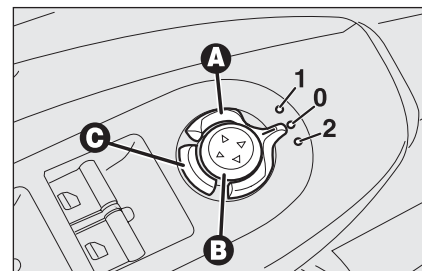

fig. 39
Selezionare, mediante il dispositivo **A-fig. 39**, lo specchio desiderato:
In caso di necessità (per esempio quando l'ingombro dello specchio crea difficoltà in un passaggio stretto) è possibile ripiegare gli specchi premendo il pulsante **C-fig. 39**.
Per riportare gli specchi in posizione di marcia premere nuovamente il pulsante **C-fig. 39**.
- ruotare il selettore **A-fig. 39** in posizione **2** (selezione specchio lato passeggero);
Procedere come segue: inserire la chiave elettronica nel dispositivo di avviamento; inserire la retromarcia; ruotare il selettore **A-fig. 39** in posizione **2** (selezione specchio lato passeggero).
Lo specchio tornerà automaticamente nella posizione iniziale dopo circa 10 secondi dal disinnesto della retromarcia, immediatamente dopo il superamento dei 10 km/h con marcia avanti oppure ruotando il selettore **A-fig. 39** in posizione **0**.